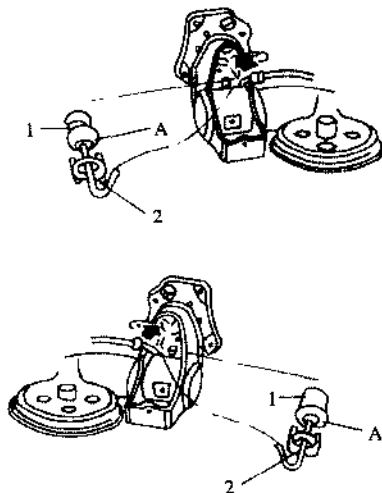

图 7.39 压入 ABS 转速传感器
- ① 安装前, 用制动分泵膏涂转速传感器的 O 形环。
- ② 如图 7.39 所示, 压入 ABS 转速传感器 1。
- ③ 对于左车轮, 凸缘 A 朝前。对于右车轮, 凸缘 A 朝后。
- ④ 用手将转速传感器压入车轮轴承壳体中。